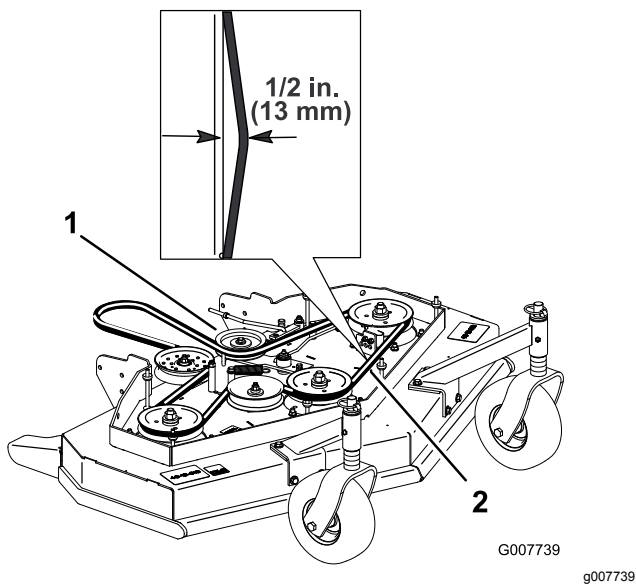

Figura 45
4. Retire la polea tensora y la correa desgastada (Figura 45).
**Nota:** La tensión correcta de la correa de corte es de 44 a 67 N con la correa desviada 13 mm en el punto intermedio entre las poleas (Figura 45).